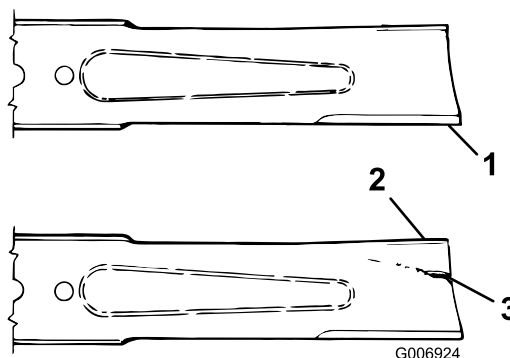

Figure 72
2. Examinez attentivement les tranchants de la lame, particulièrement au point de rencontre de la partie plane et de l'ailette (Figure 72). Le sable et les matières abrasives peuvent éroder le métal à cet endroit, c'est pourquoi il est important de contrôler l'état de la lame avant
d'utiliser la machine. Remplacez la lame si elle est usée (Figure 72) ; voir Dépose de la lame.
Si la lame est trop usée, une entaille se forme entre la partie relevée et la partie plane (Figure 72). La lame peut alors se briser et un morceau être projeté du dessous de la machine, vous blessant gravement ou une personne à proximité.